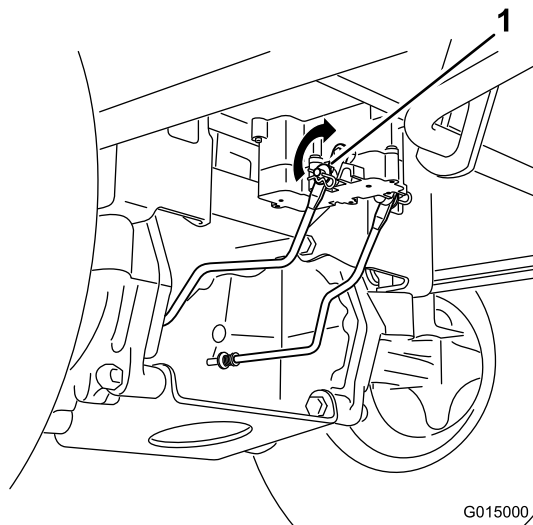

Bild 51
1. Ermitteln Sie die Welle an der elektrischen Bremse, an der die Bremsgestängearme angeschlossen sind (Bild 51).